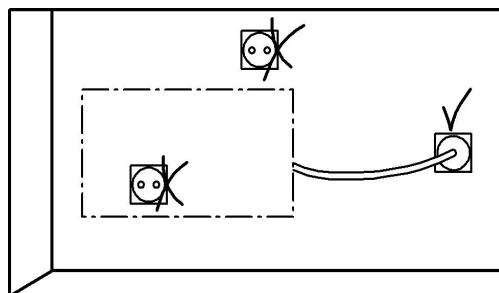

Figura 3
- Es necesario mantener distancias mínimas de los objetos al montar el convector como se muestra en la Figura 2 (dimensión en cm), Figura 3;